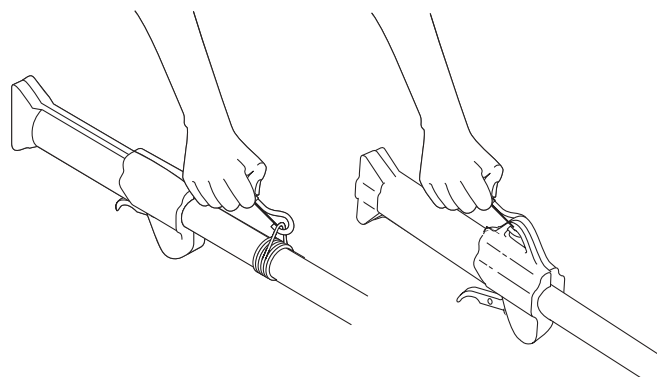

Fig. 5
3. Accrochez-la au raccord de soutien (fig. 5).